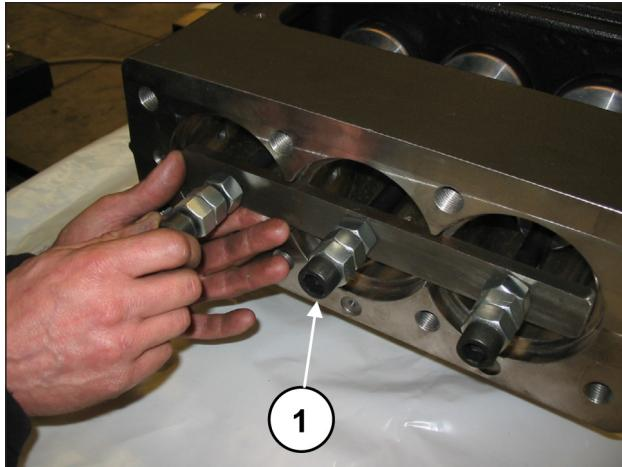
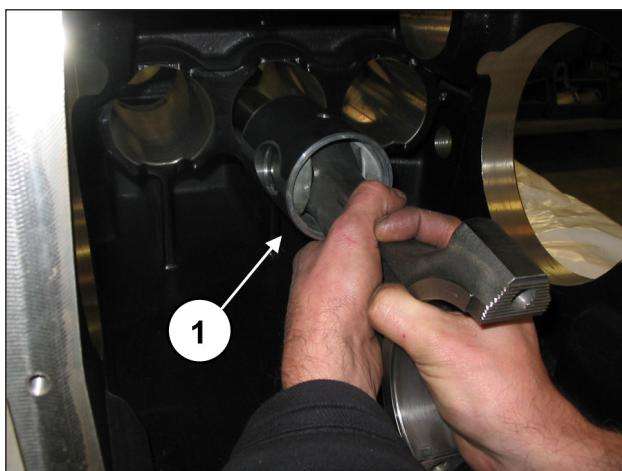

Fig. 40
Fig. 41
Desenroscar los tornillos de la herramienta cód. 27566200 para desbloquear las bielas (pos. ①, Fig. 40) y, a continuación, extraer los grupos biela-guía del pistón por la abertura posterior del cárter (pos. ①, Fig. 41).
Comprobar que el cárter esté limpio e introducir el grupo semibiela-guía pistón dentro de las levas del cárter (pos. ①, Fig. 41).
Bloquear los tres grupos con la herramienta cód. 27566200 (pos. ①, Fig. 40).
Desmontar la herramienta que bloquea las bielas cód. 27566200 (pos. ①, Fig. 40) y deslizar las bielas hacia atrás hasta que hagan tope en el eje acodado.